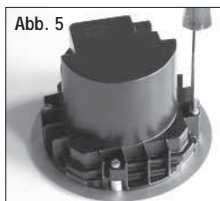

Abb. 5
- Dévisser le cadre (fig. 5)
- Den Rahmen abschrauben (Abb. 5).